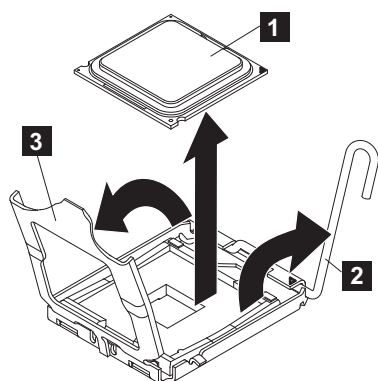

図 296. SAN ボリューム・コントローラー 2145-CG8 または 2145-CF8 のマイクロプロセッサ・ブラケット・フレームを開く
11. マイクロプロセッサ解放レバー (図 296 の **2**) のカーブ端を押し下げ、その端をプロセッサの中央から離れる方向に移動し、レバーを開いた位置まで解放します。
12. マイクロプロセッサ・ブラケット・フレームを、上端にあるタブを持ち上げて、開きます。図 296 に示すように、ブラケット・フレームを開いた位置に保持します。